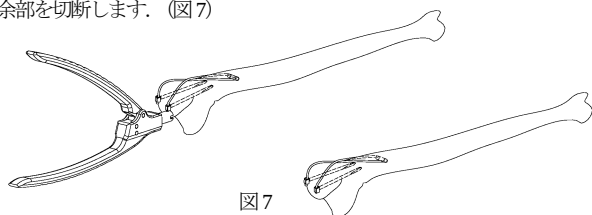

図7
- 7) ケーブルカッターGの丸穴開口部よりケーブルを通し、U字溝へ案内させます。可能な限りスリーブ部にケーブルカッターを寄せ、ケーブル残余部を切断します。(図7)